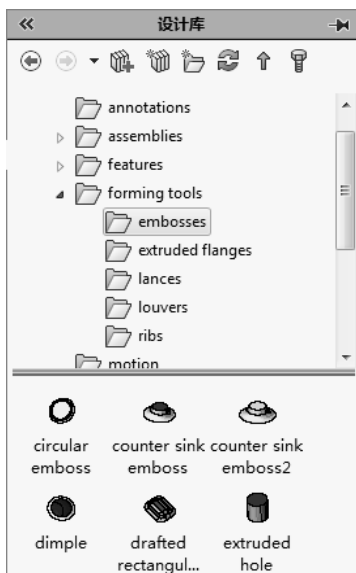

图 10-121 成型工具存在位置
1) 首先创建或者打开一个钣金零件文件。单击 （设计库）按钮，弹出“设计库”对话框，在对话框中按照路径 Design Library\forming tools\可以找到 5 种成型工具的文件夹，在每一个文件夹中都有若干种成型工具，如图 10-121 所示。